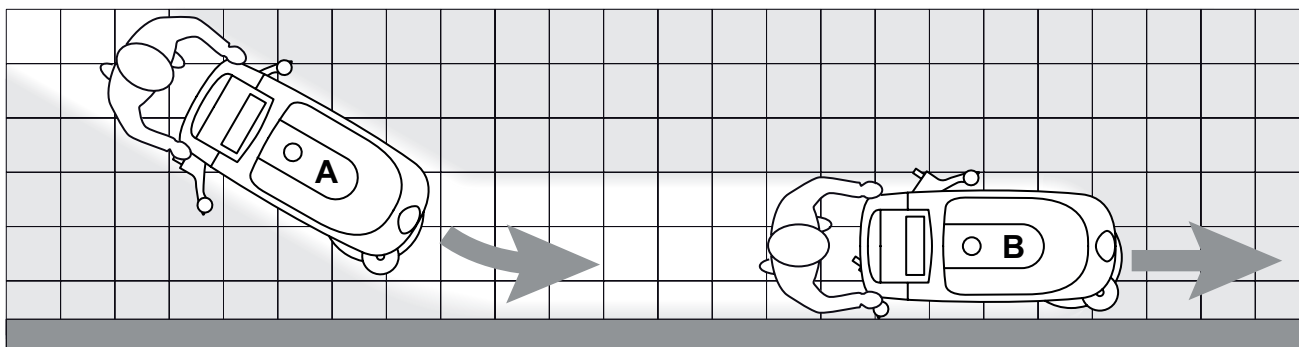

Figura 4
2. Menținând ambele mâini pe bara de ghidare (2), apăsați butoanele (47), manevrați utilajul și începeți frecarea/uscarea podelei.
3. Dacă este necesar, întrerupeți funcționarea utilajului și reglați roata de mână pentru echilibrarea raclorului (23).
4. Dacă este necesar, reglați cantitatea de soluție cu ajutorul supapei (36).
*Înainte de a ridica peria/tamponul, închideți-l prin eliberarea butoanelor (47).*
*Pentru o curățare/uscare adecvată a podelei la marginea pereților, Nilfisk recomandă apropierea de perete cu partea dreaptă a utilajului, conform ilustrației din figura 4.*